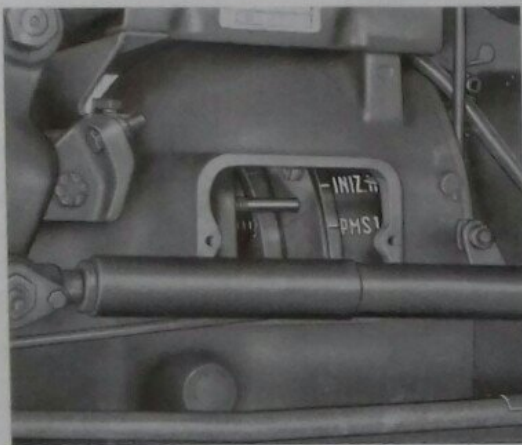

Fig. 42. - Riferimento « INIZ. INIEZ. » sul volano motore, indicante l'anticipo d'iniezione (25° prima del punto morto superiore).
corrispondenza dell'indice (vedere fig. 42) nell'istante in cui la pompa inizia la mandata. In caso contrario procedere nel modo seguente:
- Far ruotare l'albero motore fino a portare il riferimento « INIZIO INIEZ. » del volano in corrispondenza dell'indice (fig. 42).